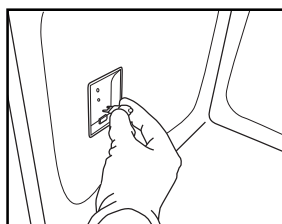

Fig. 9
4. Substitua a lâmpada (ver nota sobre o tipo de lâmpada) (Fig. 9).